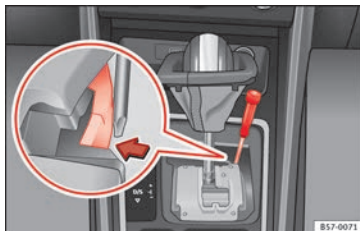

Fig. 54 Leva selettoria: sblocco di emergenza dalla posizione di parcheggio.
- Aiutandosi con un cacciavite, premere lateralmente il gancio giallo di sblocco  **fig. 54** e tenerlo premuto.